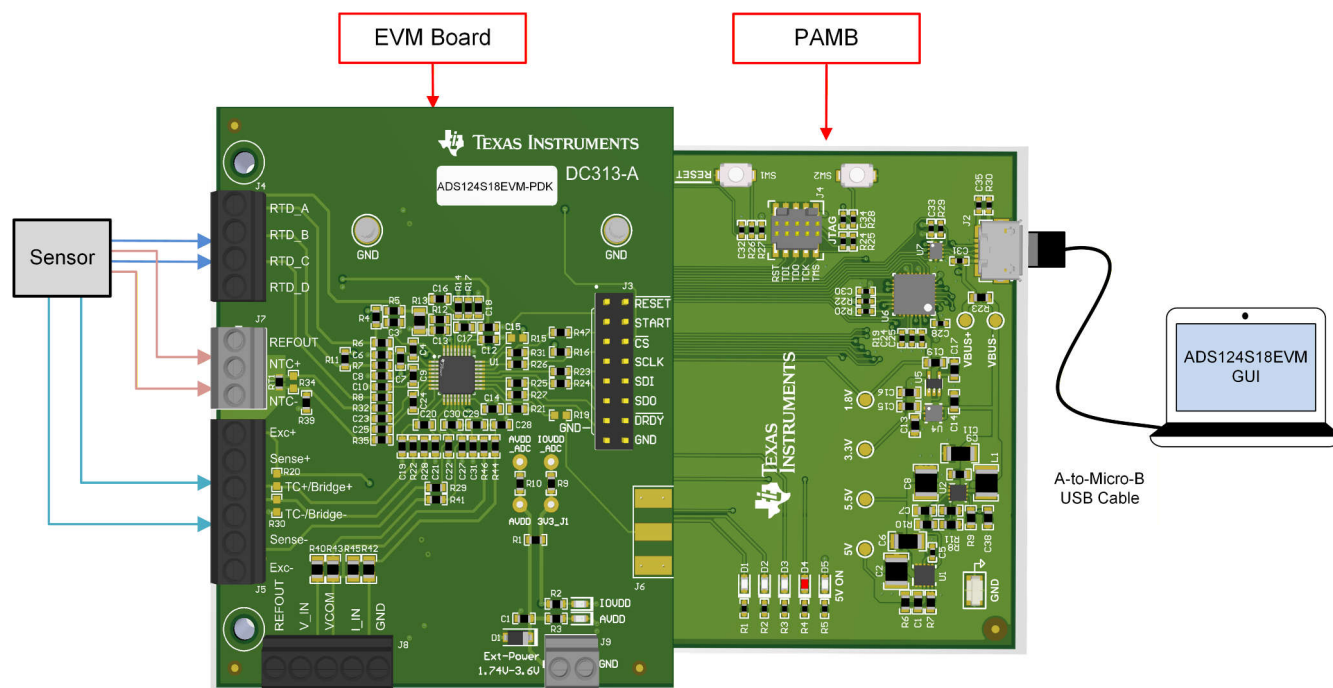

図 1-1. 評価における DC313A の接続
このユーザー ガイドでは、ADS124S18 評価基板の動作と使用方法について説明します。ADS124S18EVM は、各種アナログ センサの測定向けに設計された ADS124S18 デバイスの性能と動作機能を確認できる完全実装済みの評価プラットフォームです。評価基板 (EVM) は、USB-PC 間の GUI 通信ブリッジとして使用される PAMB の上に配置されています。この基板の組み合わせは、SPI 経由でマイコン (MCU) を接続して ADS124S18 デバイスと通信する実装例としても使用できます。図 1-1 に、システム設定の機能ブロック図を示します。
7. 図 1-1 のように、外部センサまたは信号を ADS124S18EVM の J4、J5、J7 または J8 に接続します。